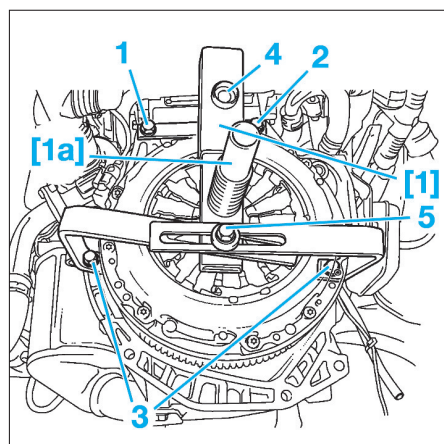

FIG. 1
[1]. Outil de pression sur le mécanisme d'embrayage (ref. KM-6263) (Fig.1).
• Mettre en place l'outil [1] avec les vis de fixation (1), (2) et (3) sur le bloc moteur en les serrant correctement à la main (Fig.1).